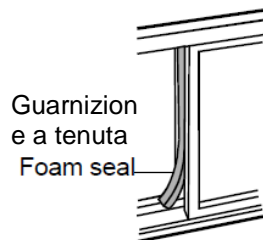

Fig. 15
5. Tagli la guarnizione di tenuta (autoadesiva) in resina espansa alla lunghezza corrispondente e sigilli la fessura tra il battente superiore e il battente esterno della finestra. Come mostra la Fig. 15.